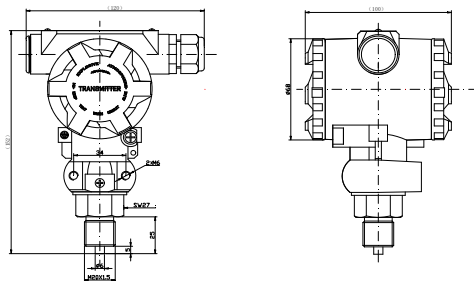

图 1
3.1.1 普通型/本安防爆型变送器结构及外形尺寸见图 1：